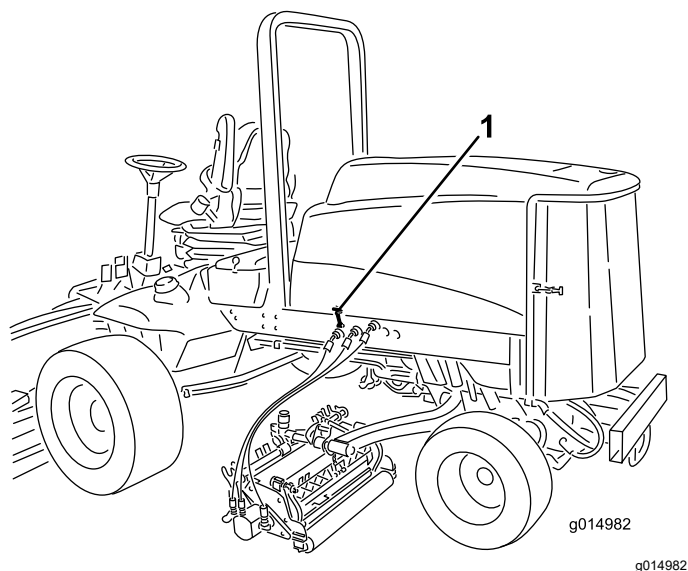

Figura 63
1. Solte os trincos do capot (Figura 63) e levante o capot.